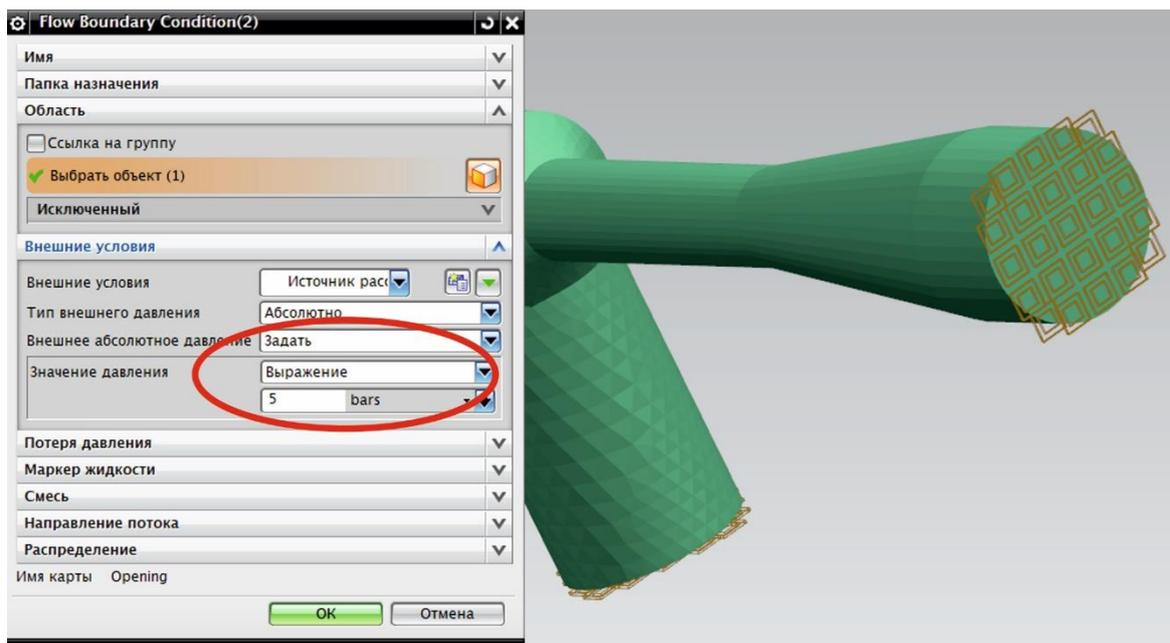

Рис. 5.3. Граничные условия выходящего потока
7. С противоположной стороны трубки задайте граничные условия для выходного потока (рис. 5.3). Закладка панели инструментов «**Исходная**» – «**Тип объекта симуляции**» – «**Граничные условия потока**». В окне «**Граничные условия потока**» выберите тип «**Открытие**». В группе «**Внешние условия**» переведите пункт «**Внешнее абсолютное давление**» в режим «**Задать**» и укажите значение P_1 в барах. Нажмите «**Ок**».